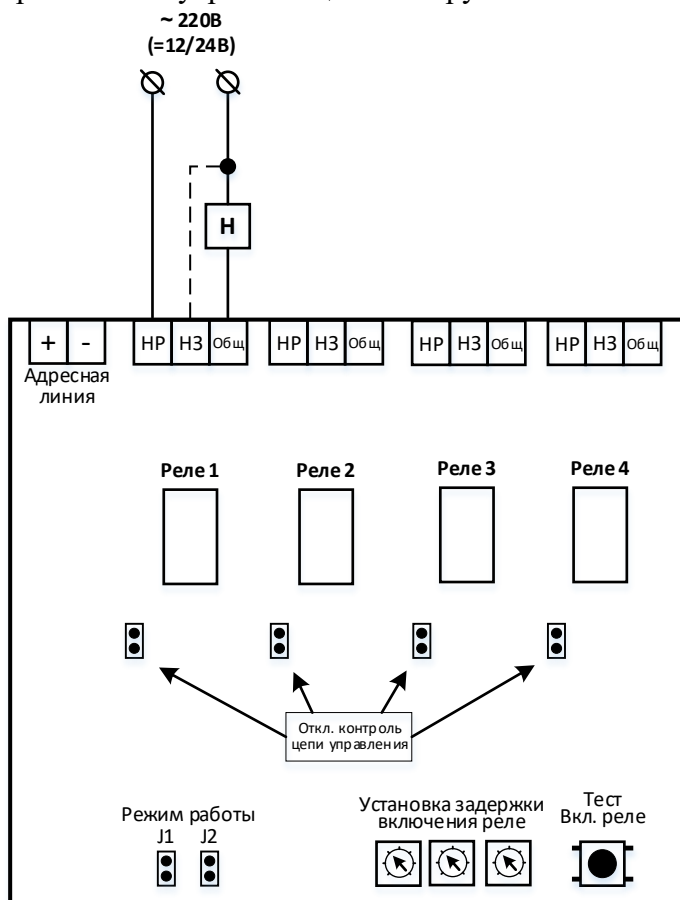

Рис.2. Расположение клемм и органов управления МАКС-У4. Схема подключения нормально-выключенной нагрузки.
Установка режимов работы модуля производится с помощью 2-х джамперов "Режим работы". Джампер J1 управляет режимом работы реле 1 и 2, джампер J2 - реле 3 и 4. Установленный джампер соответствует импульсному режиму работы, снятый – постоянному (см. Таблица 2 и рис.2). Модуль поставляется с установленными джамперами 1-2.
1.9. Каждое реле модуля имеет джампер отключения контроля цепи управления (см рис.2), что необходимо для отключения контроля цепи незадействованных релейных выходов, для проведения пусконаладки при отсутствии напряжения питания нагрузки, а также для поиска неисправностей в цепях управления (раздел 3). При установленном джампере контроль цепи управления отключен.
2. Напряжение нагрузки разрешается подавать не ранее, чем через 20сек после первого включения модуля, т.к. после транспортировки положение контактов реле может отличаться от указанного на рис.2,3.